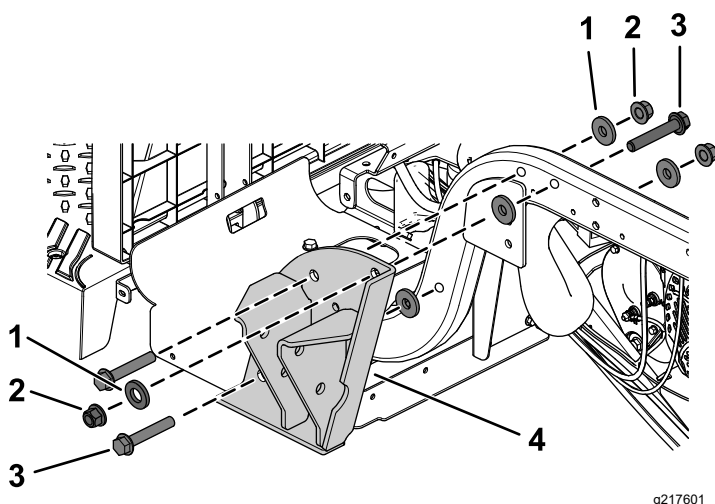

图 25
1. 如图 25 所示用 3 个凸缘头螺栓 $\frac{1}{2} \times 3$ 英寸、5 个扁平垫圈 $\frac{1}{2}$ 英寸和 3 个锁紧螺母 $\frac{1}{2}$ 英寸安装 ROPS 支架。
注意 如图 25 所示确保将 2 个扁平垫圈安装到外侧。